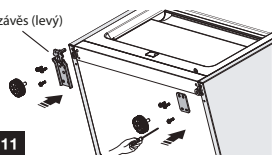

Fig. 11
11. Fig. 11 Zopakujte v opačném pořadí kroky z bodu 9, dolní závěs umístěte nalevo, fixační desku seřizovací nožky napravo, zajistěte samořeznými šrouby a nakonec přišroubujte spodní části seřizovacích nožiček.